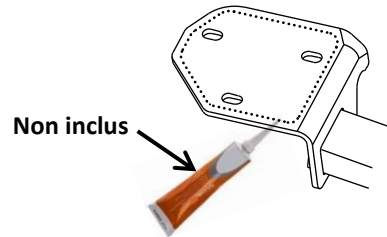

Figure 2
- Appliquer le scellant** - Appliquer un scellant au silicone sur les deux surfaces de montage des supports d'attelage. **Voir la Figure 2.**
5. Appliquer le scellant - Appliquer un scellant au silicone sur les deux surfaces de montage des supports d'attelage. Voir la Figure 2.